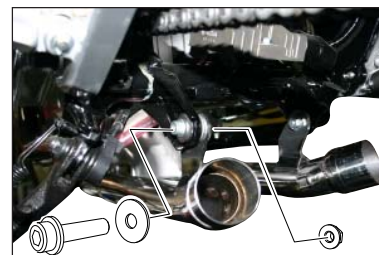

図. 5
③ フロントパイプ後方のパイプステーを仮組みします(図. 5)